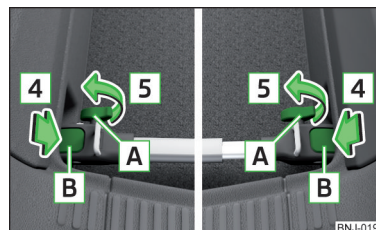

Fig. 111 Montaggio della traversa: serraggio delle viti
- Spingere i supporti B » fig. 111 in direzione della freccia 4, finché non si innestano udibilmente.